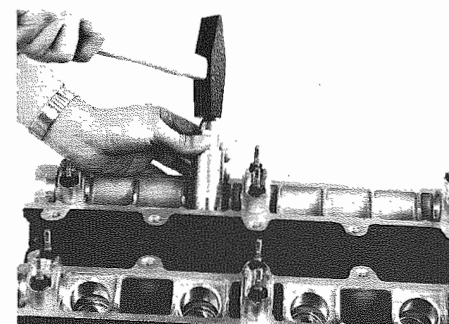

Fig. 41 - Tampone n. 4
- Rimontare le guide con il tampone n. 4 (**Fig. 41**). Fare attenzione che vadano completamente a battuta sull'anello di arresto.
- Refit the guides using pad No. 4 (**Fig. 41**). Pay attention that they reach the lock ring.